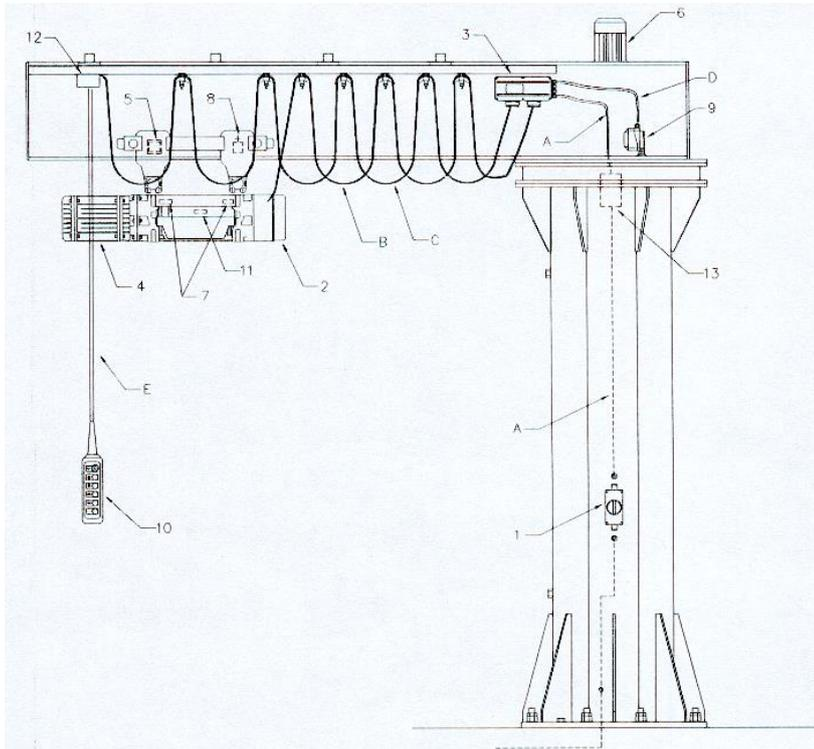

fig.41
- Le schéma suivant (fig.41) indique le critère avec lequel les appareils électriques et les chemins de câbles/conducteurs sont identifiés. Tous les appareils et les câbles sont indiqués et numérotés sur les éléments concernés.
- Le schéma suivant (fig.41 bis) indique le critère avec lequel les appareils électriques et les chemins de câbles/conducteurs sont identifiés. Tous les appareils et les câbles sont indiqués et numérotés sur les éléments concernés.
fig.41 bis